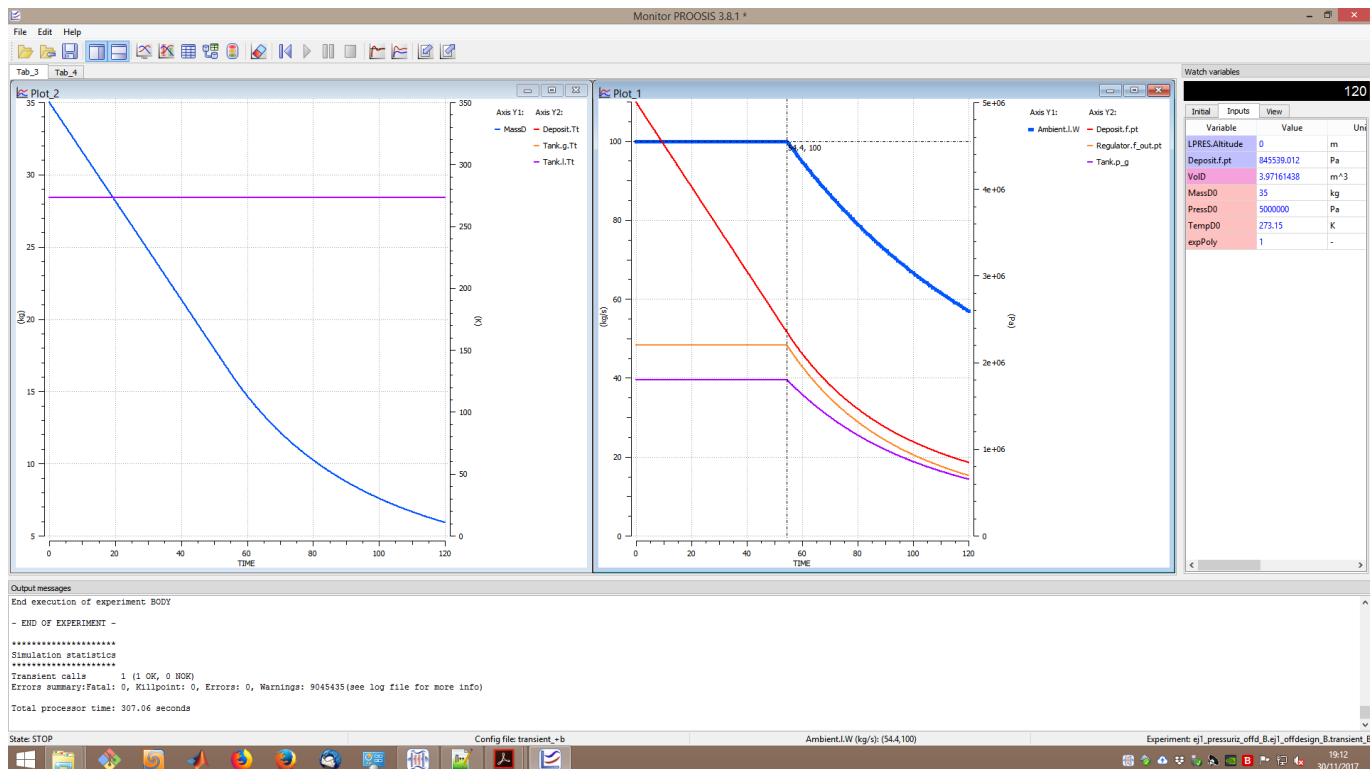

Figura 15 – resultados para la descarga del depósito de gas, caso ISOTERMO (hasta $t_b = 120$ s)
Los resultados de este experimento se incluyen en la Figura 15.
- a) calcular el ΔV que podría producir en un satélite de 15 000 kg de masa total inicial un motor que contase con este sistema de alimentación de la cámara de combustión principal (monopropulsante), suponiendo que su impulso específico es de 2500 m/s, constante en todo momento, e independiente de la presión que se alcance en el sistema de alimentación de propulsante. ¿Qué ocurriría en la realidad cuando la presión de salida del regulador alcanzase el “valor umbral” (lo que ocurre, aproximadamente, a los 54.4 s en la Figura 15)? ¿Seguiría siendo el impulso específico constante? ¿Se podría, por tanto, emplear la Ecuación de Tsiolkovsky para calcular el ΔV ? ¿O qué otra ecuación la sustituiría?